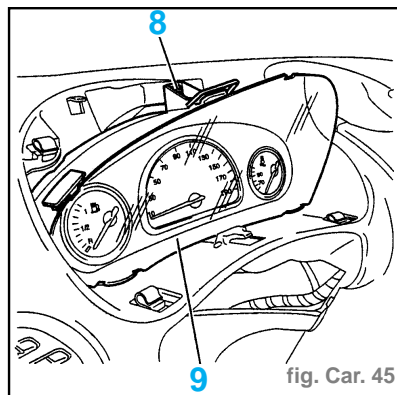

fig. Car. 45
- le module volant (1)
- le volant (2) en repérant l'orientation sur les cannelures
- la console centrale (3)
- la garniture inférieure (4) sous le volant
- les interrupteurs (5) latéraux (suivant équipement)
- les obturateurs (6)
- Tirer la partie basse de la visière (7) pour la dégrafer.
- Déposer la visière (7).
- Déposer la fixation (8) (fig. Car. 45).